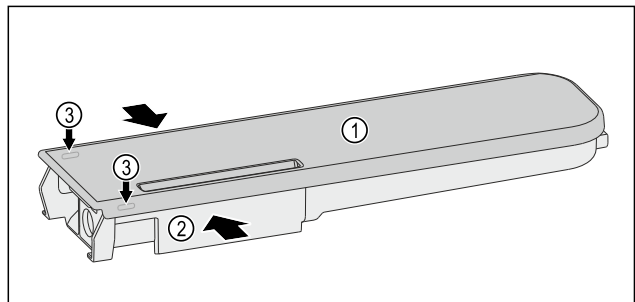

Fig. 189
- Presser le réservoir d'eau *Fig. 189 (2)* et faire levier pour lever précautionneusement le couvercle *Fig. 189 (1)* par les ergots *Fig. 189 (3)*.
- Faire légèrement bouger le couvercle *Fig. 189 (1)* de l'avant vers l'arrière puis le retirer par le haut.